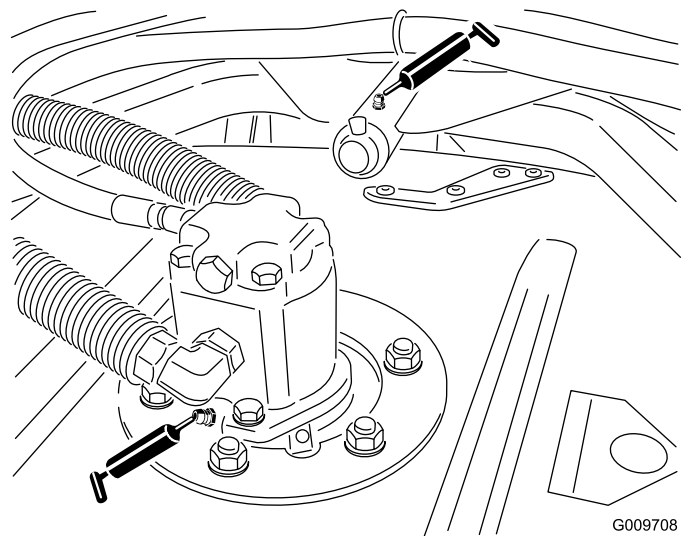

図 27
- カッティングユニットのスピンドルシャフトのベアリング 各カッティングユニットに2ヶ所 図 27
- カッティングユニットのキャリアアームのブッシュ 各カッティングユニットに1ヶ所 図 27